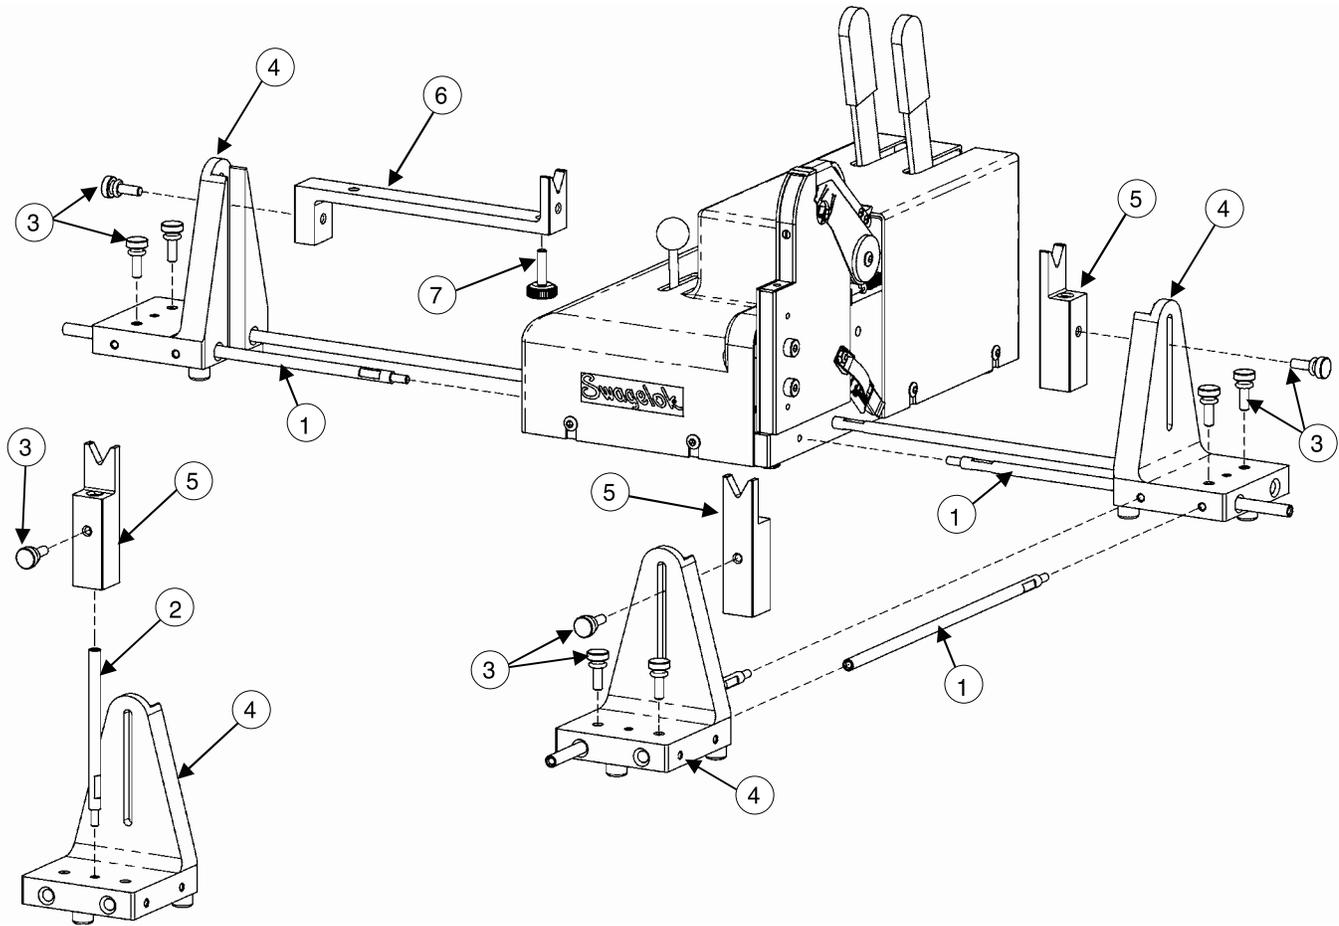

図 63：溶接物サポート・システム
1. 8 インチ・サイズの溶接物サポート・レールをシリーズ 8HPH ウェルド・ヘッドのユニットに取り付けます。図 63 をご参照ください。